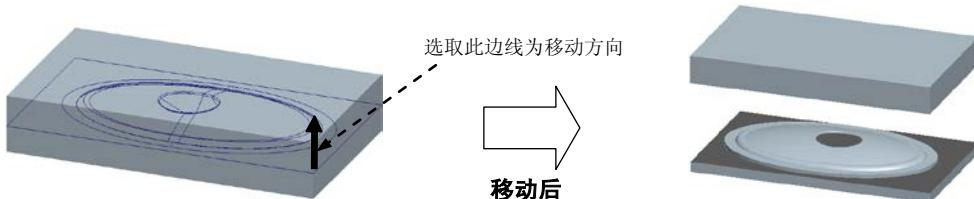

图 21.37 移动上模
Step2. 开模步骤 1：移动上模。输入要移动的距离值 100，结果如图 21.37 所示。